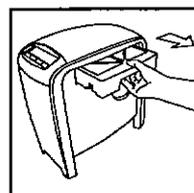

Fig. 29
- Sortez l'ensemble de filtration du laveur d'air en le tenant par la prise du filtre et en tirant pour séparer l'ensemble de l'appareil (fig. 29).